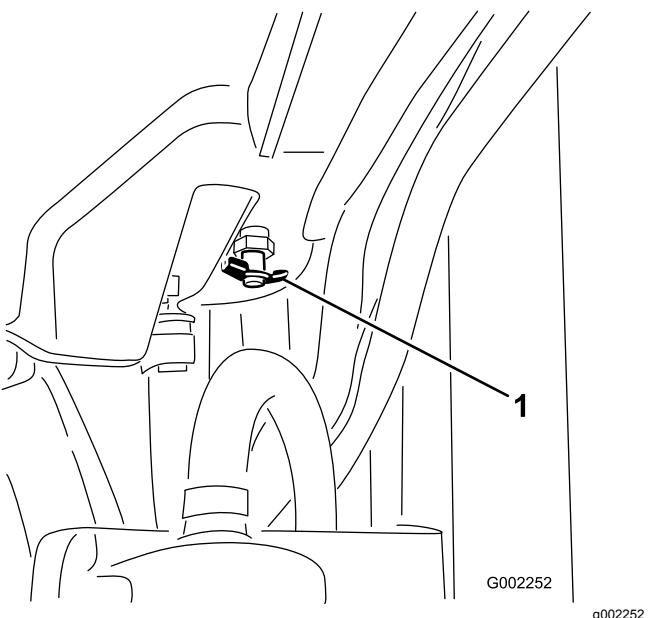

図 67
4. ドレン(図 67)を開いて冷却液を排出する。
5. ドレンを閉じる(図 67)。